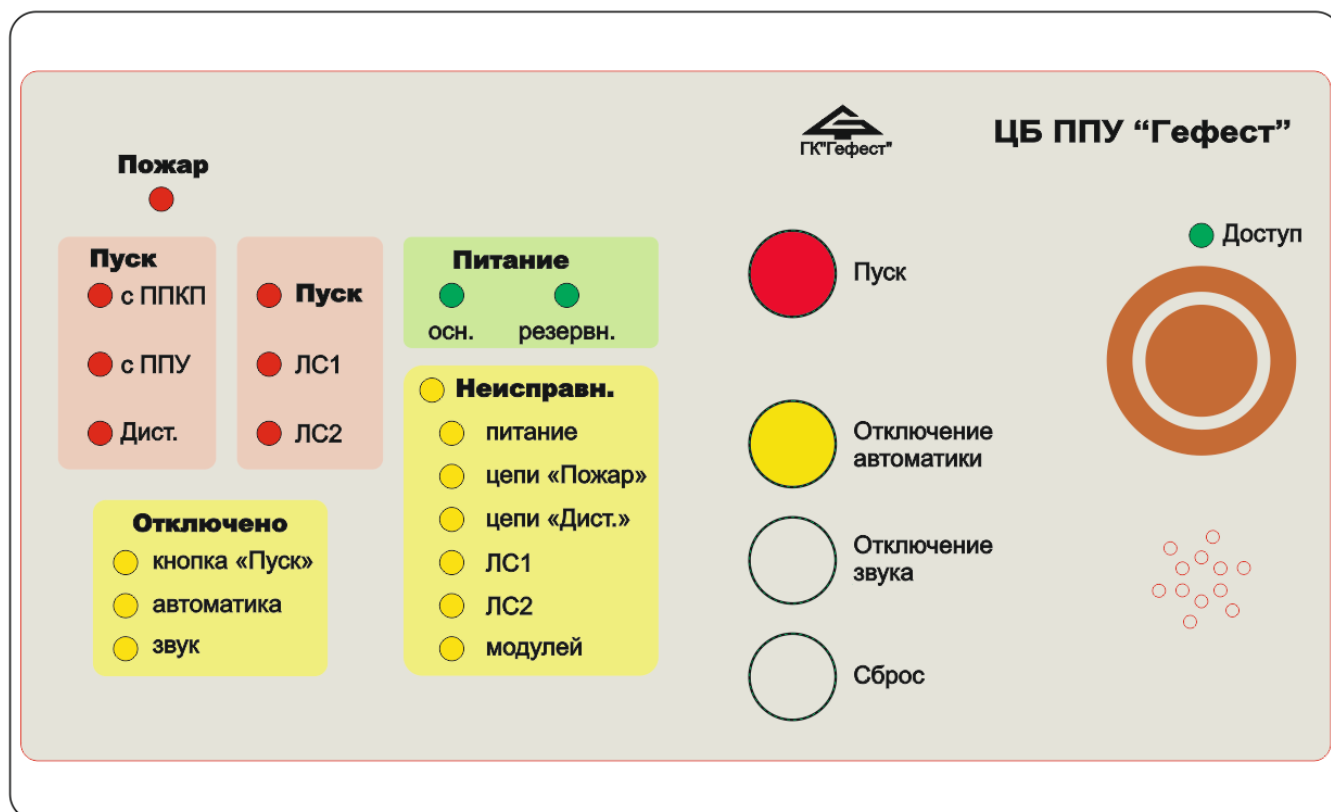

Рисунок 1. Внешний вид крышки ЦБ (лицевая панель).
4.1.1 ЦБ выполнен в виде блока со съемной крышкой (рисунок 1), внутри которого на основании расположена печатная плата с клеммами подключения линий управления, питания и ЛС.